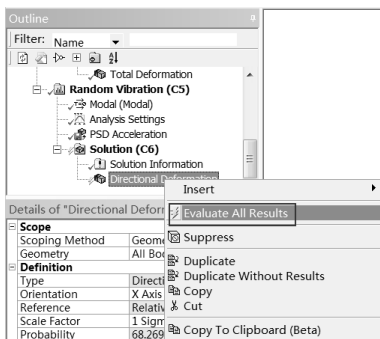

图 10-41 快捷菜单
Step3：如图 10-41 所示，右击 Solution 选项，在弹出的快捷菜单中选择 Evaluate All Results 命令，此时开始进行后处理计算。